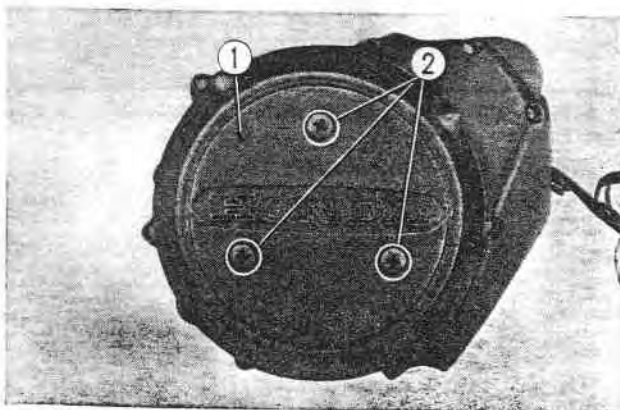

Fig. 8-7 ① Carter
② Enroulement de champ
③ Enroulement de stator
3. Déposer l'enroulement de champ en dévissant les 3 vis le fixant au carter. (Fig. 8-7)